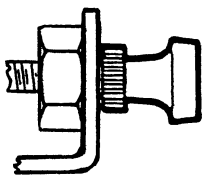

Figure 4-2. Tirette du starter enfoncée
3. Voir Figure 4-2. Au bout de 2 minutes ou de 3 kilomètres, repoussez complètement la tirette du starter. Si le moteur n'a pas un ralenti correct, tirez de nouveau la tirette du starter. Conduisez encore 2 minutes ou 3 km et repoussez complètement la tirette du starter.
Ouvrez la poignée des gaz de 1/8 à 1/4 de tour. Mettez le contacteur d'allumage sur marche et appuyez sur le démarreur électrique. Voir Figure 4-2. N'UTILISEZ PAS LE STARTER à moins que le moteur n'ait pas un ralenti correct. Si le moteur n'a pas un ralenti correct, tirez la tirette du starter juste assez pour atteindre un bon ralenti. Conduisez 2 minutes ou 3 km et enfoncez complètement la tirette.